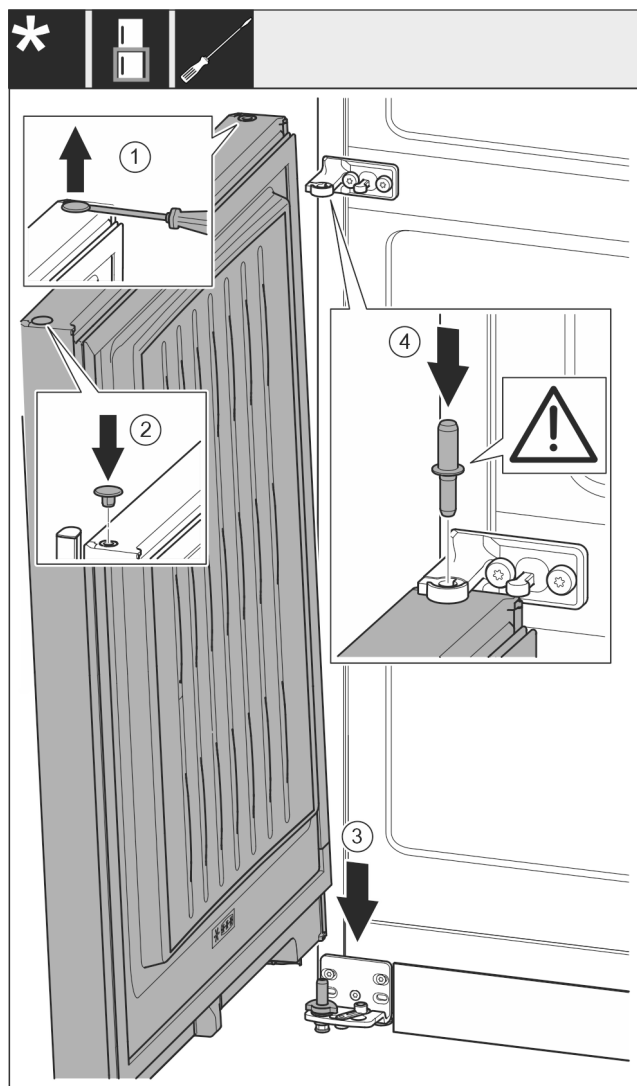

Fig. 55
- Podważyć ostrożnie zatyczkę Fig. 55 (1) przy pomocy śrubokręta i wyjąć.
- Założyć zatyczkę Fig. 55 (2) ponownie z drugiej strony drzwi.
- Założyć drzwi Fig. 55 (3) od góry na dolny trzpień zawiasu.
- Przetoczyć środkowy trzpień zawiasu Fig. 55 (4) przez środkową płytkę zawiasu, wkładając go w dolne drzwi. Zwrócić przy tym uwagę, by krzywka zatrzaskowa wskaazywała do tyłu.